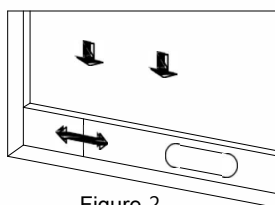

Figure 2
- 1) Ouvrez la fenêtre à moitié, puis fixez l'ensemble de la plaque d'étanchéité de fenêtre sur la fenêtre (comme illustré sur les figures 2 et 3). Les composants peuvent être orientés horizontalement ou verticalement.